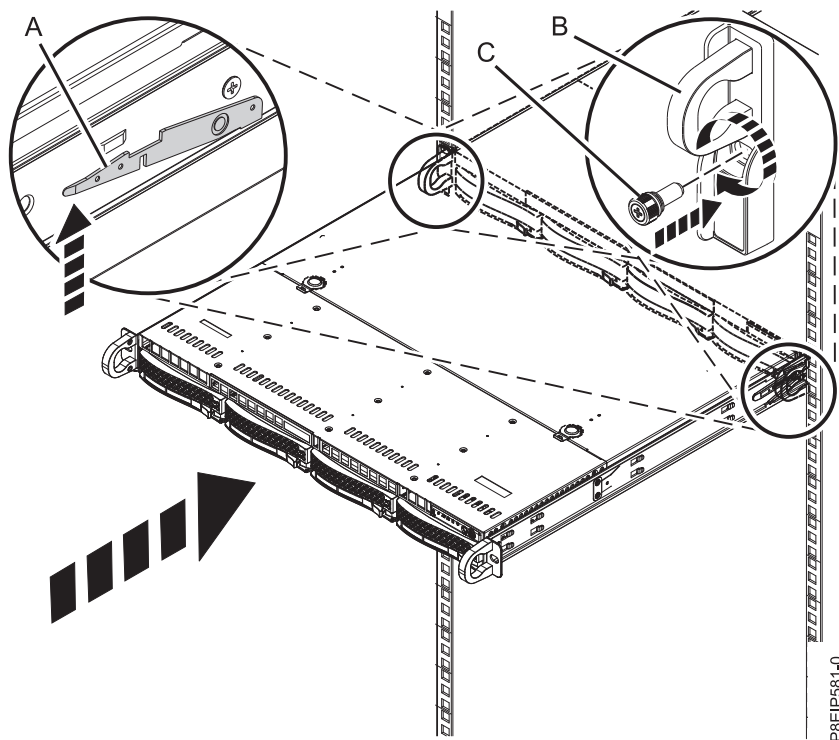

Figura 60. Colocando o sistema na posição de operação
4. Libere as travas de segurança do trilho (A) erguendo-as, conforme mostrado na Figura 60 na página 97, em seguida, empurre o sistema totalmente para dentro do rack.